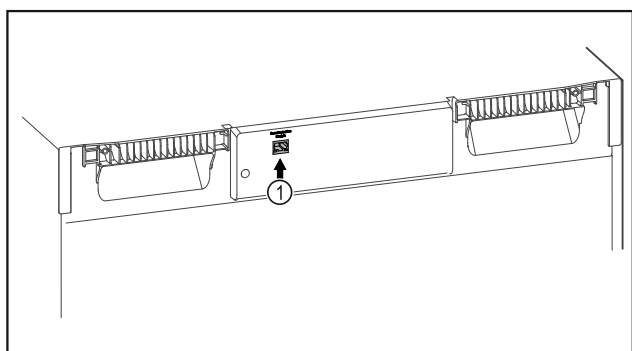

Fig. 85
- SmartModule Fig. 85 (1) er sat i.